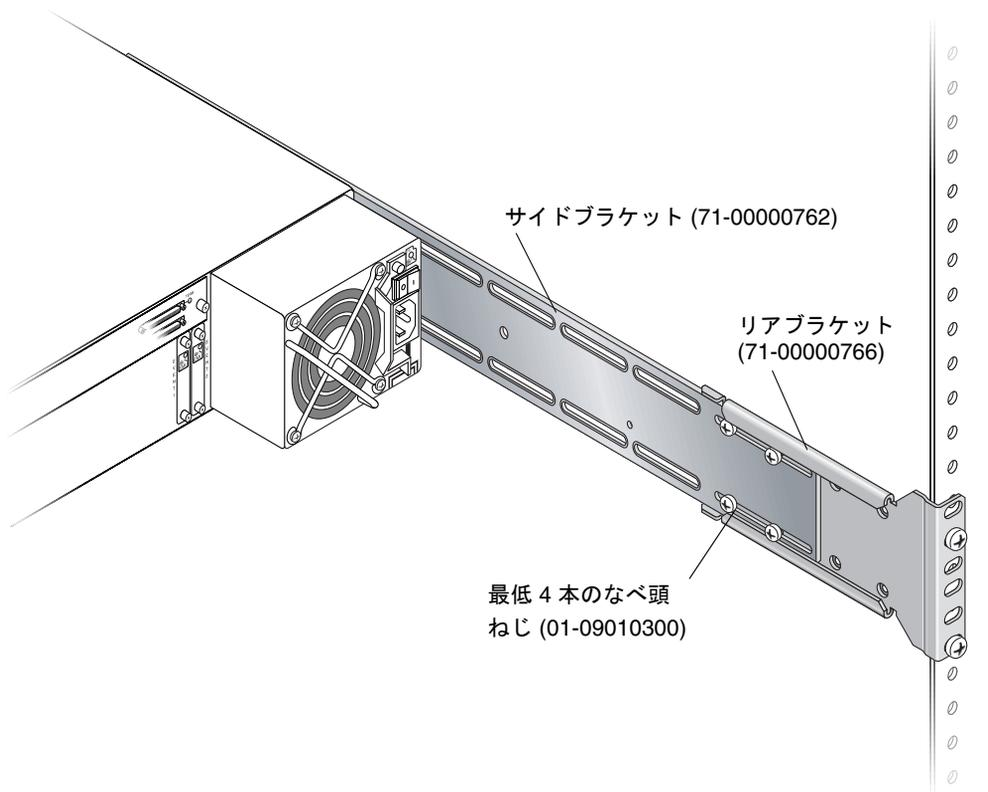

図 2-7 組み立て済みのリアブラケットとサイドブラケット
8. 各サイドブラケットをリアブラケットに取り付けます ( 図 2-7 を参照)。